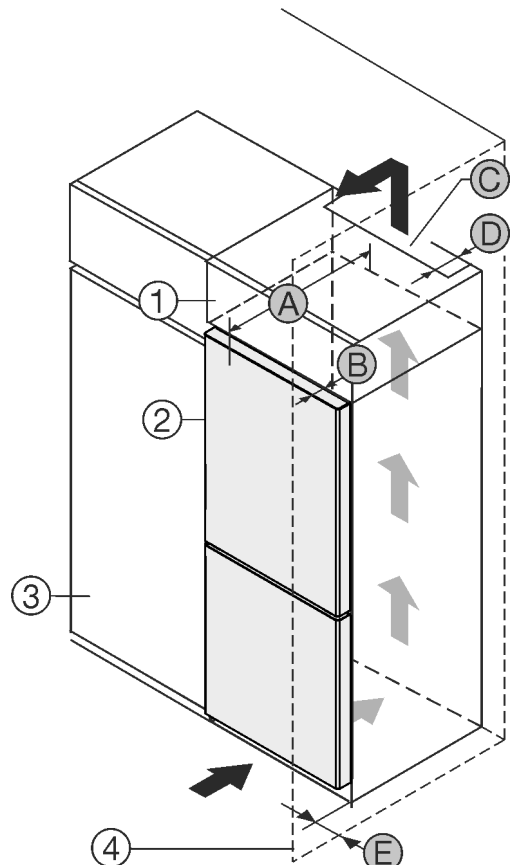

Fig. 1
Gerät direkt neben dem Küchenschrank Fig. 1 (3) aufstellen.*
An der Rückseite des Aufsatzschrankes muss ein Abluftschacht mit der Tiefe Fig. 1 (D) über die gesamte Aufsatzschrankbreite vorhanden sein.*
Unter der Raumdecke muss der Entlüftungsquerschnitt Fig. 1 (C) eingehalten werden.*
Wenn das Gerät mit den Scharnieren neben einer Wand Fig. 1 (4) aufgestellt wird, muss der Abstand zwischen Gerät und Wand mindestens 13 mm betragen.*
Wenn das Gerät mit den Scharnieren neben einer Wand Fig. 1 (4) aufgestellt wird, muss der Abstand zwischen Gerät und Wand mindestens 20 mm betragen.*
Um die Türe vollständig öffnen zu können, muss Gerät um die Türtiefe *Fig. 1 (B)* gegenüber der Küchenschrankfront vorstehen. Abhängig von der Tiefe der Küchenschränke *Fig. 1 (3)* und Verwendung von Wandabstandshaltern kann das Gerät weiter herausragen.*